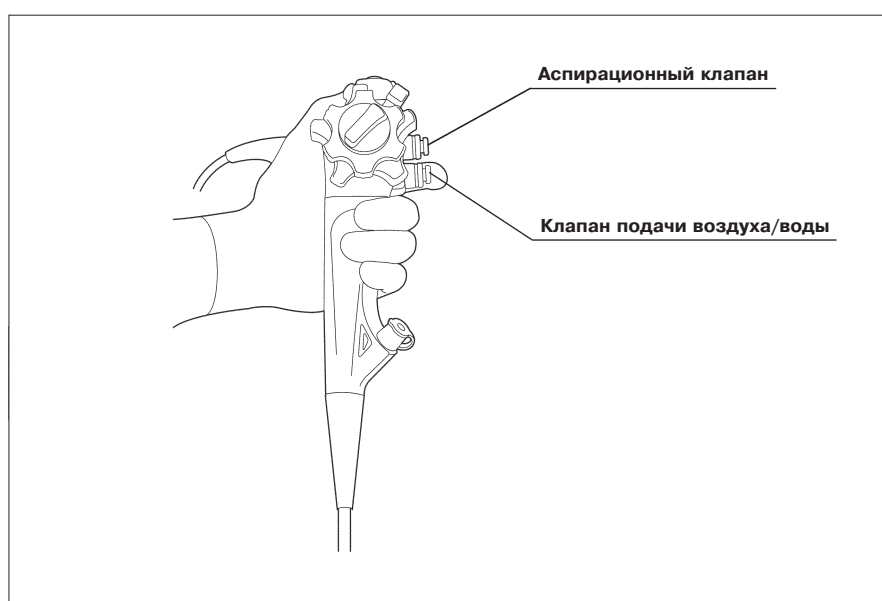

Рис. 4.5
1. Закройте отверстие клапана подачи воздуха/воды пальцем для подачи воздуха через отверстие канала на дистальном конце эндоскопа (см. рис. 4.5).
2. Нажмите на клапан подачи воздуха/воды для подачи воды на линзу объектива (см. рис. 4.5).
Для проведения аспирации жидкостей или других материалов, появляющихся в эндоскопическом поле зрения, необходимо нажать на аспирационный клапан (см. рис. 4.5).